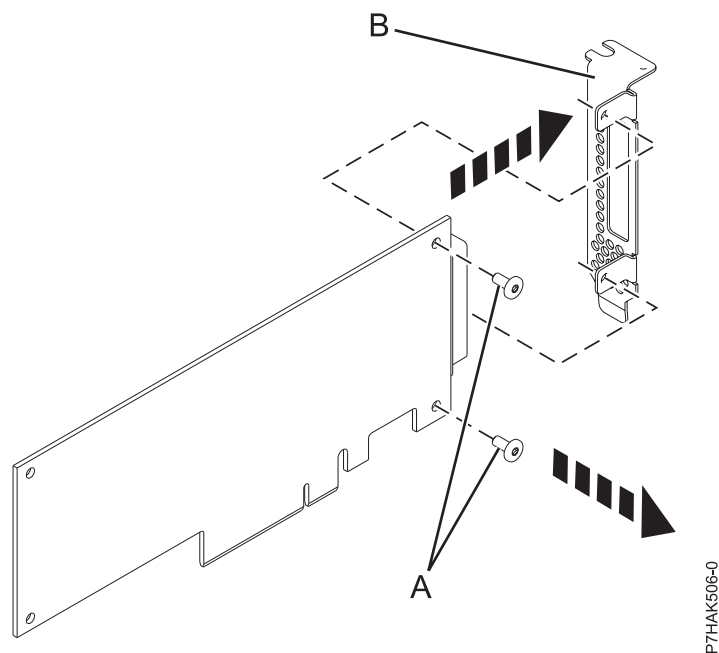

Figura 36. Extracción de la contrapunta de altura reducida de un adaptador PCIe
2. Mediante un destornillador Phillips, desenrosque los dos tornillos (**A**) que sujetan la contrapunta (**B**) al adaptador PCIe, como se muestra en la Figura 36.